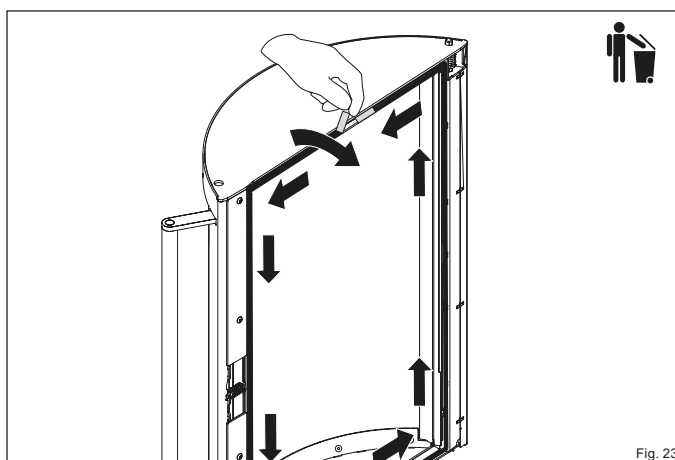

Fig. 23
- ▶ Retirez l'ancien joint du guide à partir de l'une de ses extrémités et jetez-le à la poubelle (Fig. 23).